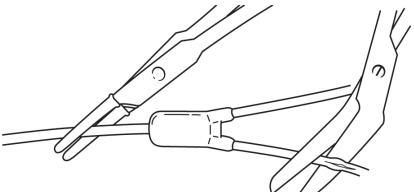

Fig. 11
2. Cortar la porción dañada del tubo de prolongación dejando suficiente tubo para poder repararlo (Fig. 11).